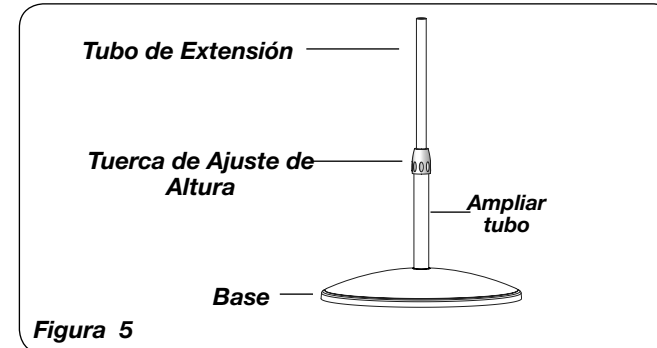

Figura 5
1. Inserte el tubo de diametro mayor en la base con un movimiento giratorio (Figura 5). Mientras que inserta el tubo en la base, girelo ejerciendo presion hasta que este tubo quede firmemente asentado en la base.